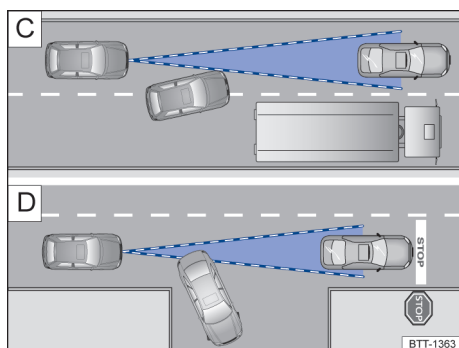

Fig. 119 C) Mudança de faixa. D) Veículo virando ou parado.
Por exemplo, se um veículo detectado pelo ACC virar ou mudar de faixa, e se houver um veículo parado à frente deste veículo, o ACC não reagirá ao veículo parado → Fig. 119 D).
- Veículos que mudam para a faixa do próprio veículo imediatamente na frente do próprio veículo → Fig. 119 C).